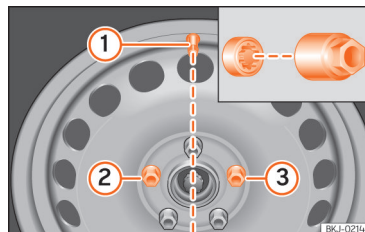

Abb. 253 Radwechsel: Reifenventil ① und Einbauort der Anti-Diebstahl-Radschraube ② oder ③.
»» (Abb. 253) ② oder ③ bezogen auf die Lage des Reifenventils ① eingeschraubt sein. Die Radvollblende kann sonst nicht montiert werden.